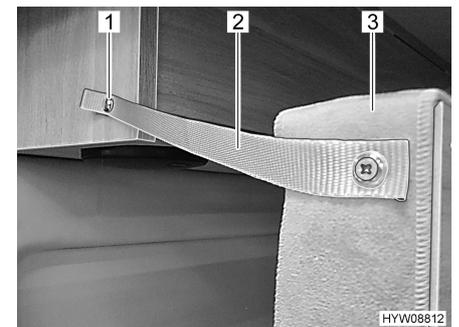

Bild 34 Sicherung hinten
- Bett (Bild 34,3) mit Sicherungsband (Bild 34,2) und Druckknopf (Bild 34,1) am Dachschränk befestigen.
- Druckknopf (Bild 34,1) am Dachschränk lösen.